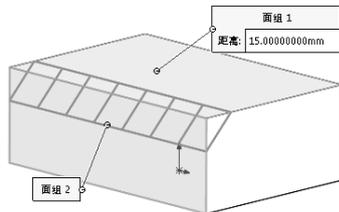

图 3-37
- “面 - 面”类型：该类型选择带有角度的两个面创建刀具，如图 3-37 所示。